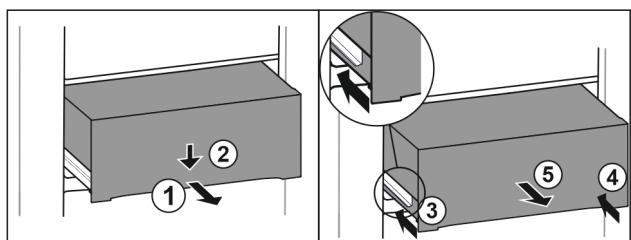

Fig. 105
- ▶ Predal izvlecite do polovice. Fig. 105 (1)
- ▶ Predal na sprednji strani potisnite navzdol. Fig. 105 (2)
- ▶ Levo vodilo potisnite približno 2 cm noter. Fig. 105 (3)
- ▶ Desno vodilo potisnite približno 2 cm noter. Fig. 105 (4)
- ▶ Predal vzemite ven v smeri naprej. Fig. 105 (5)